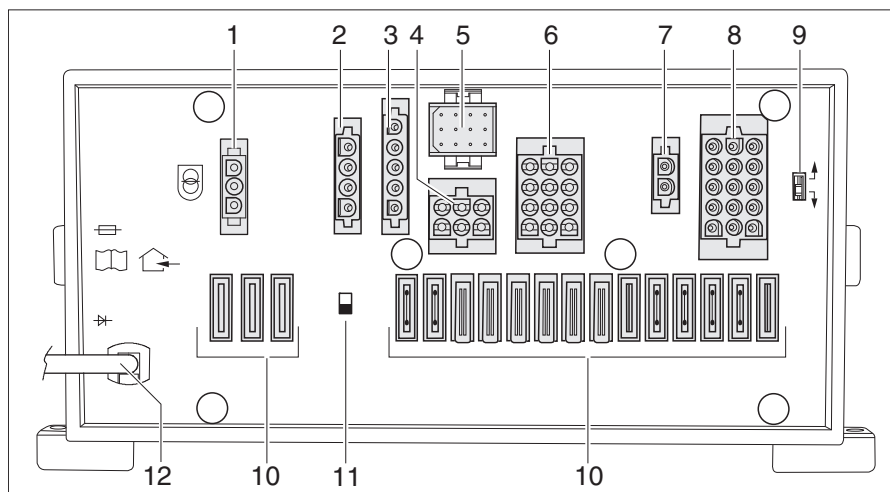

Bild 266 El-block (EBL 31-2)
Elektroblocket EBL 31-2 (Bild 266) är beroende på modell placerat under förarsätet eller passagerarsätet.
- ▷ Batteribrytaren (Bild 266,11) skiljer alla förbrukare som är anslutna på el-blocket från 12 V-nätet.